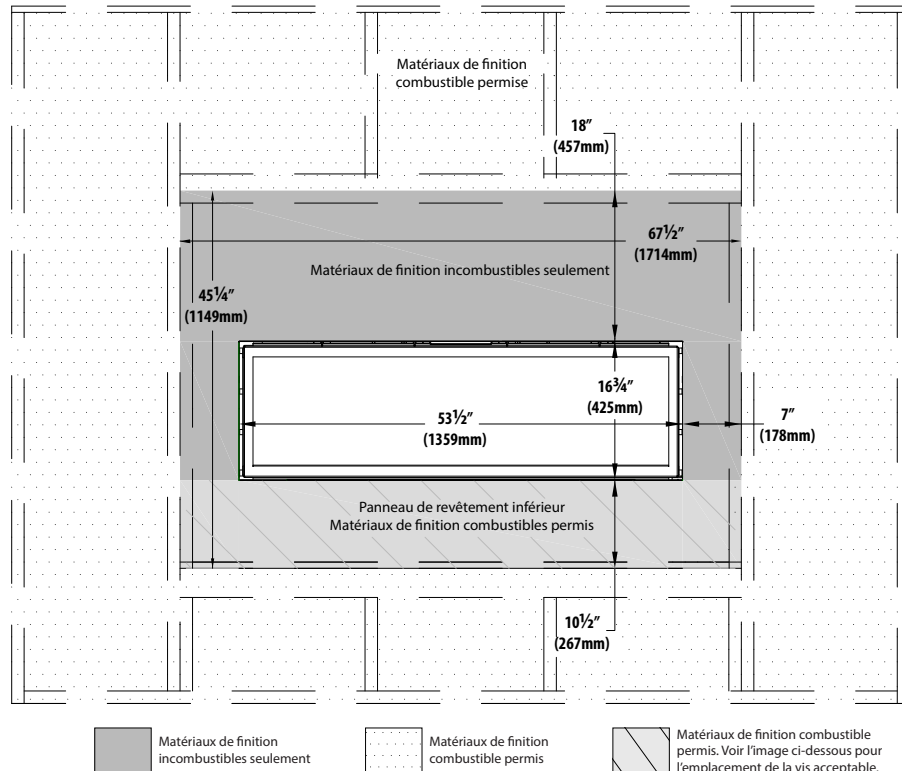
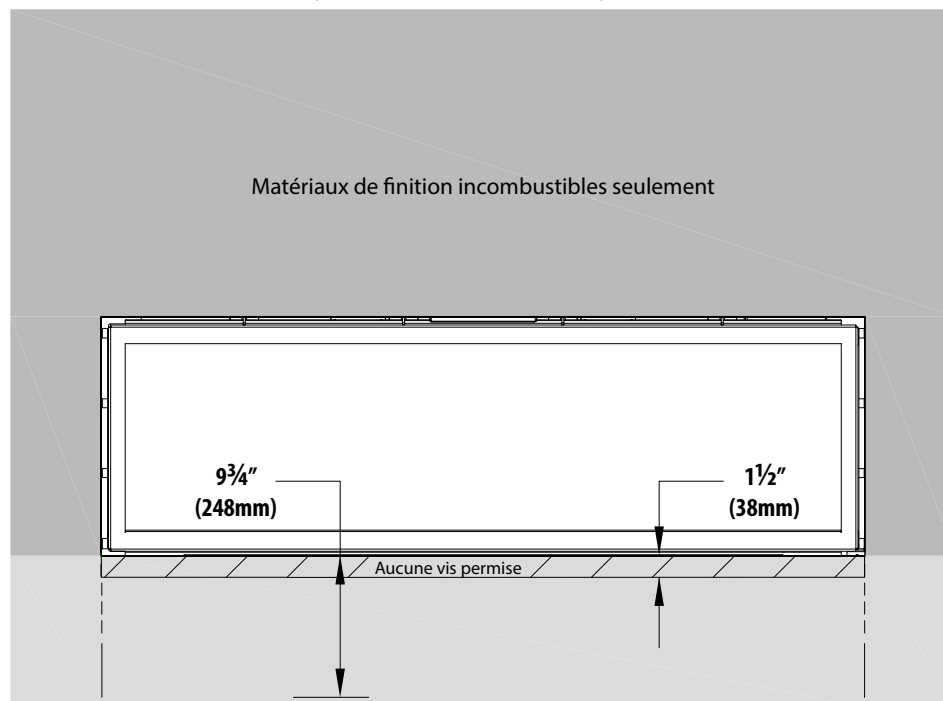
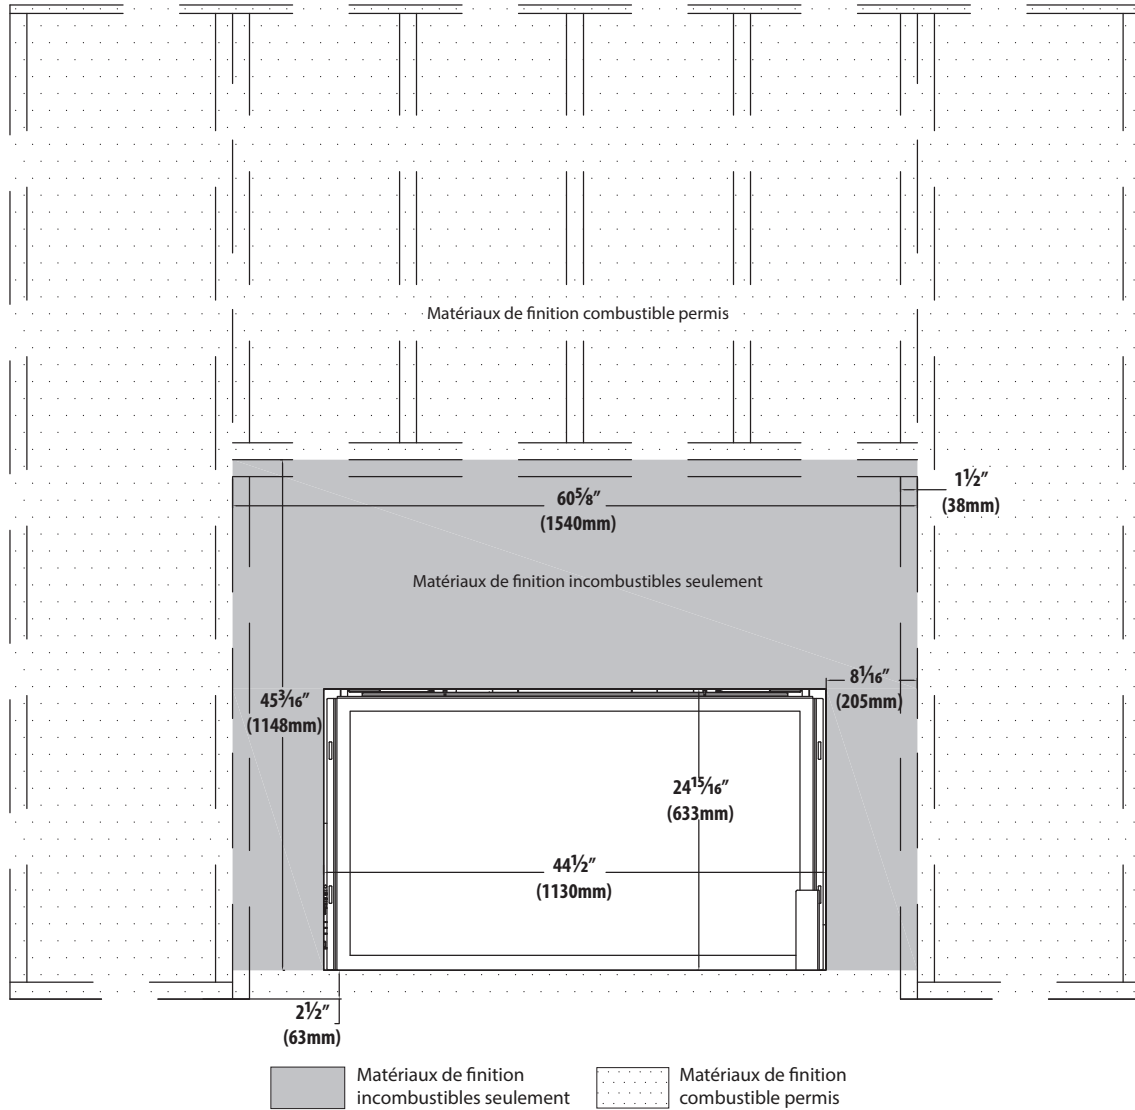
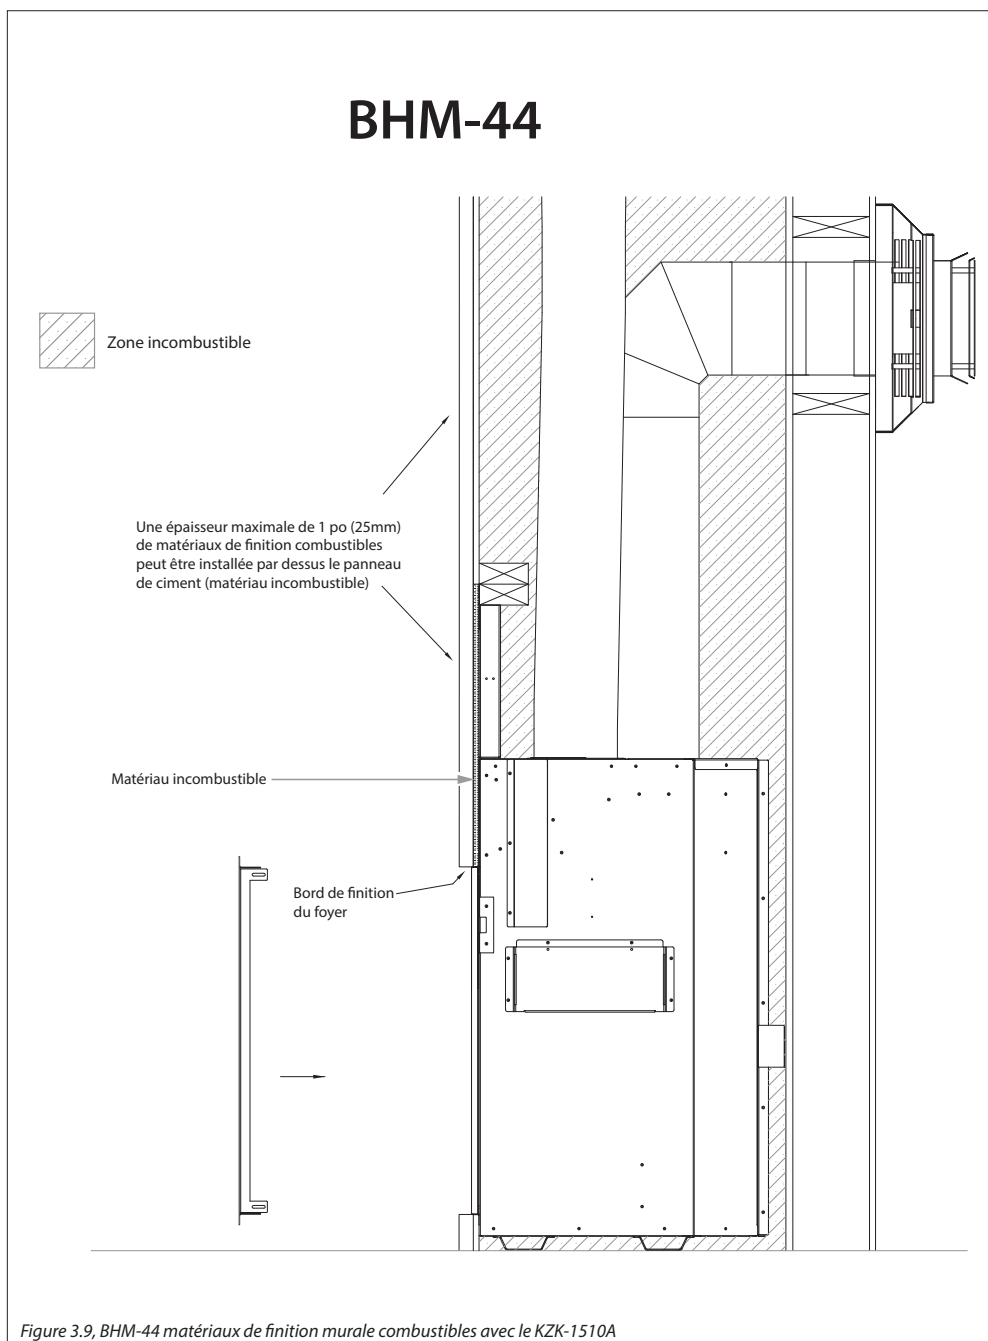

Figure 3.3, Dimensions minimales des matériaux incombustibles de finition pour le foyer CLW-ST
Figure 3.4, Emplacements de vis permis (pour matériaux incombustibles de finition de dimensions minimales pour le foyer CLW-ST)
Figure 3.5, Dimensions minimales des matériaux incombustibles de finition pour le foyer BHM-44
Figure 3.9, BHM-44 matériaux de finition murale combustibles avec le KZK-1510A
Une épaisseur maximale de 1 po (25mm) de matériaux de finition combustibles peut être installée par dessus le panneau de ciment, tels que montrés à les Figures 3.1 et 3.2 (CLW-50), les Figures 3.3 et 3.4 (CLW-ST) et la Figure 3.5 (BHM-44).
- La Figure 3.8 montre l'installation de matériaux combustibles de finition murale d'une épaisseur maximale de 1 po (25 mm). Ces matériaux combustibles sont installés par dessus tous les matériaux incombustibles exigés, tels que montrés à la Figure 3.3 et la Figure 3.4 (page 18).
- La Figure 3.9 montre l'installation de matériaux combustibles de finition murale d'une épaisseur maximale de 1 po (25 mm). Ces matériaux combustibles sont installés par dessus tous les matériaux incombustibles exigés, tels que montrés à la Figure 3.5 (page 19).